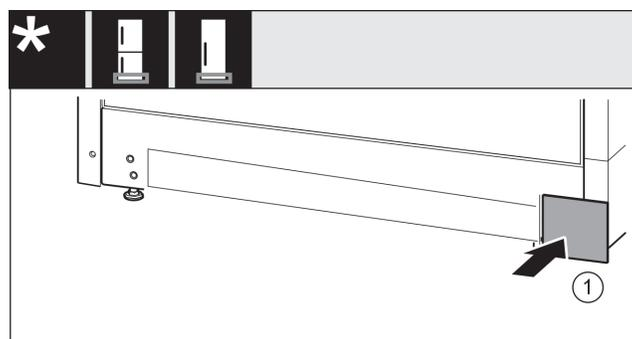

Fig. 18
- ▶ Remettre le cache Fig. 18 (1) en place de l'autre côté.